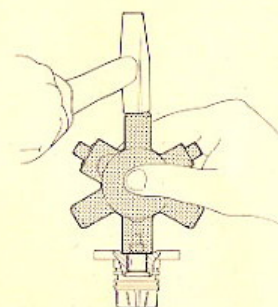

FIG. 32 Montaggio astuccio
- 4) Montare l'astuccio a rullini (fig. 32) usando il tampone appropriato (cod. 05.0375.0), quindi una rondella di spessoramento di 0,4 mm, infine l'anello seeger.